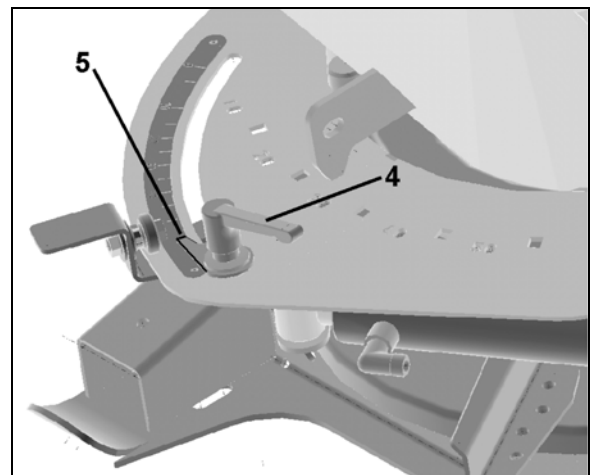

Bild 37
2. Lossa justeringsspaken (Bild 37/4).
3. Ställ in justeringsspaken med visaren så att visarens avläsningskant (Bild 37/5) står på det önskade skalvärdet.